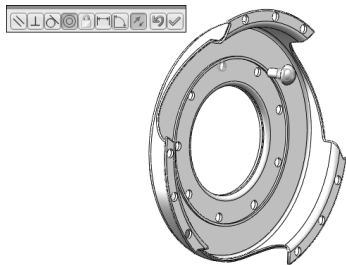

图 5-30 添加铆钉与孔同心配合关系
STEP 7 在左侧模型树中右击铆钉，在弹出的快捷菜单中选择“显示零部件”按钮，将其显示出来，然后定义其与离合器盖上一个孔的同心关系，如图 5-30 所示。